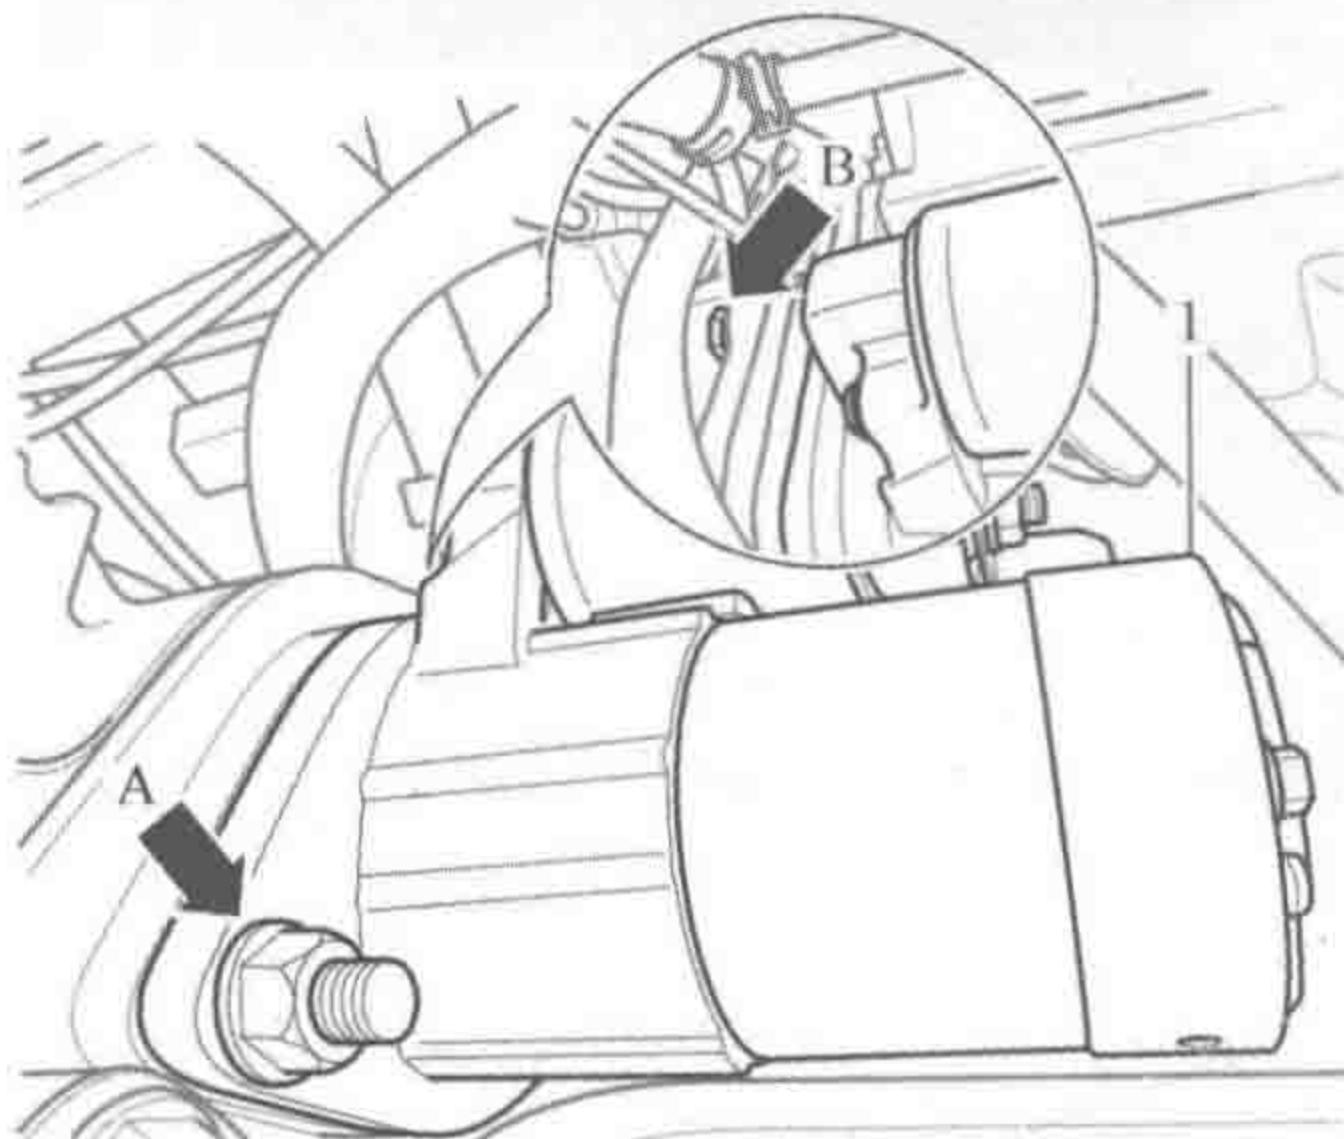

图 2-5 旋出起动机固定螺母
- 4) 旋出起动机 1 的固定螺母（箭头 A）及固定螺栓（箭头 B），如图 2-5 所示。